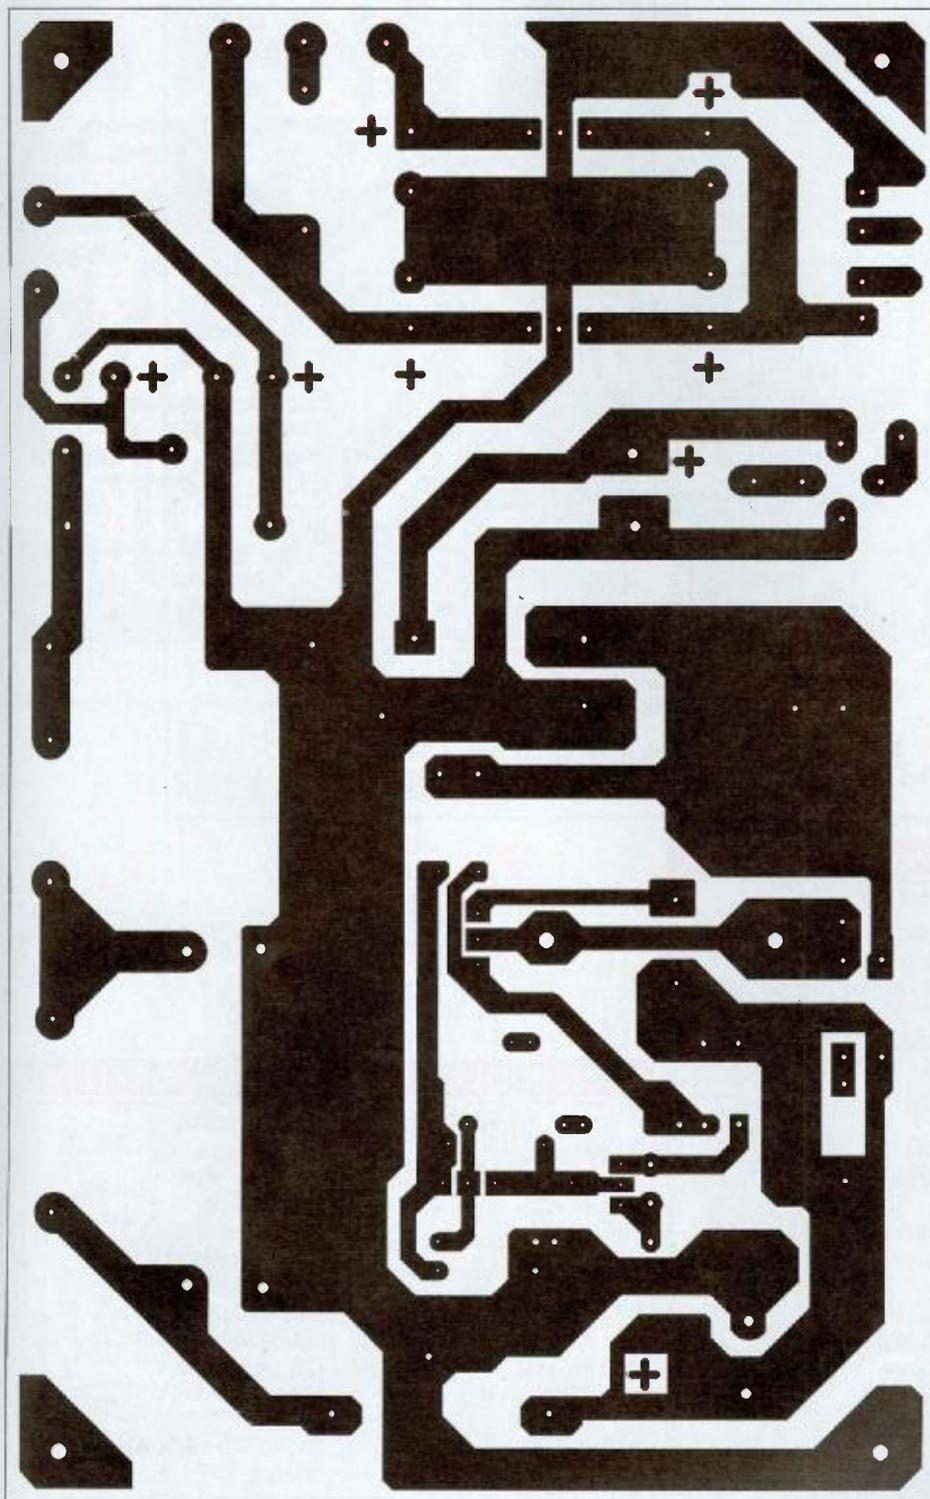

Figure 7a : Circuit imprimé de l'alimentation
- l'une réservée à la haute tension provenant du transformateur et deux picots qui sont prévus pour souder les deux résistances de  $10\ \Omega$  (figures 7a et 7b).